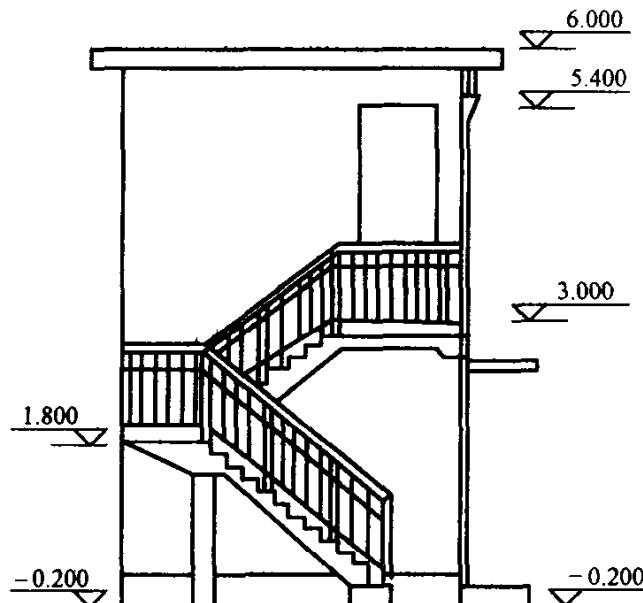

图 1-7 传达室北立面
看到 M1 是普通单扇门，门上有雨篷，C1 是单屋向外开的平开窗，屋角有雨水管，西侧有室外楼梯。图 1-7 是传达室的西立面，从图上可以看到室外楼梯的立面位置情况、二楼门的位置以及檐口的外观。
图（见图 1-7）上的索引标志是④/6 表示檐口构造详图的编号是第 4 号，在施工图的第 6 号图纸上。